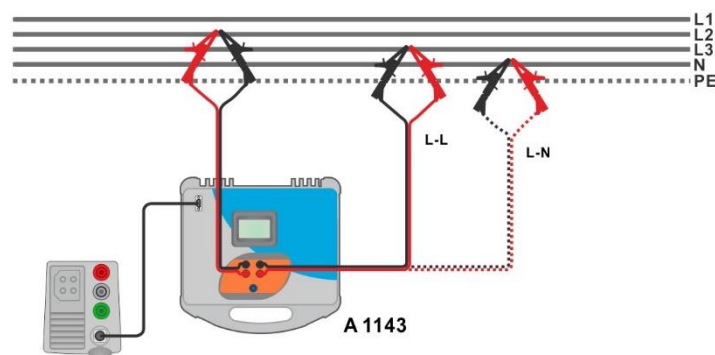

Abbildung 7.61: Hochpräzise Messung der Leitungsimpedanz Phase-Nullleiter oder Phase-Phase - Anschluss des A 1143
- › Schließen Sie die Prüfleitungen am Prüfling an, siehe **Abbildung 7.61**.